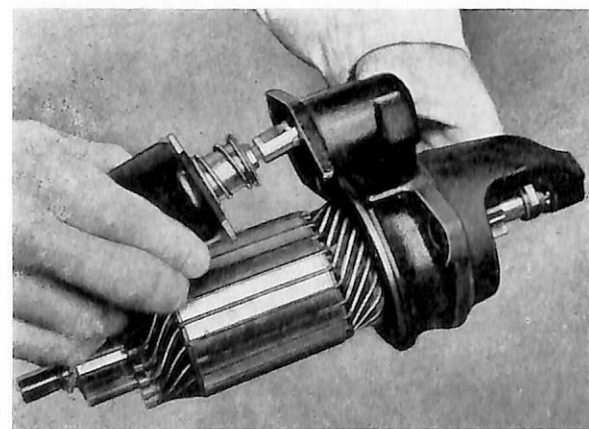

Bild 46. Losstagnation av manövermagnet.
5. Lossa manövermagneten från lagerskölden genom att taga bort de två fästskruvarna samt därefter lyfta manövermagneten uppåt och utåt, bild 46.